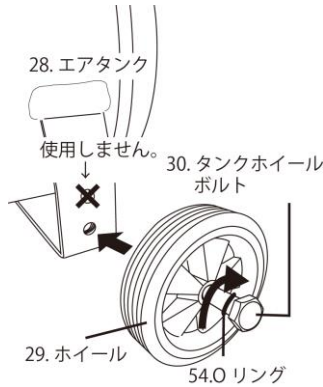

図1
- ①28. エアタンクと2ヶの29. ホイールの穴位置を合わせて、54. Oリングを通した30. タンクホイールボルトを時計回転方向に回して、確実に締め付けてください（図1参照）。